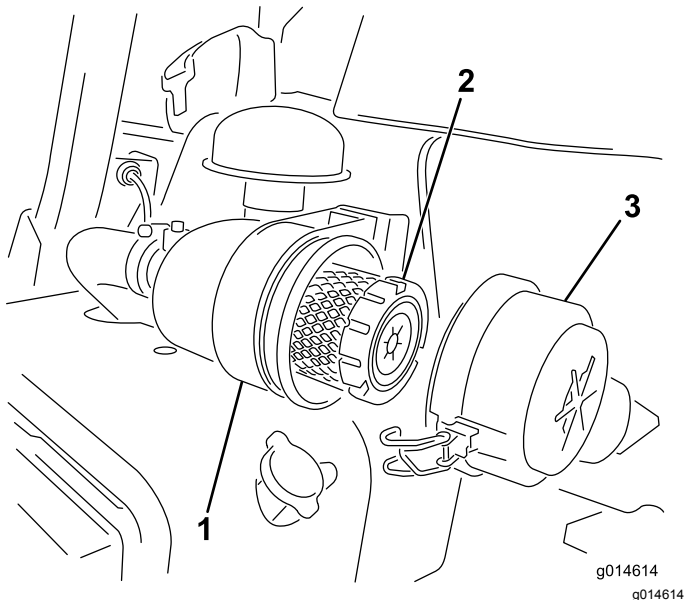

Figura 27
1. Liberte os trincos que fixam a cobertura do filtro de ar ao respetivo corpo (Figura 27).
7. Prenda os trincos (Figura 27).